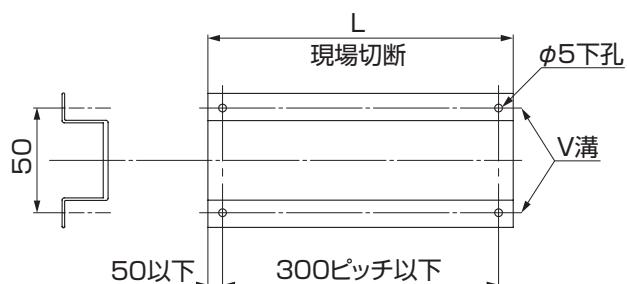

図6-4 EX面デッキ根太Eの加工内容
- ①EX面デッキ根太Aを切断し、大引き上面に、【5-1】で固定してください。
- ②EX面デッキ根太Eを切断し、φ5の下孔をあけてください。(図6-4参照)
- ③EX面デッキ根太Eを固定する位置にφ2.5の下孔をあけてください。
- ④EX面デッキ根太Eを床板上面に、【6-1】で固定してください。